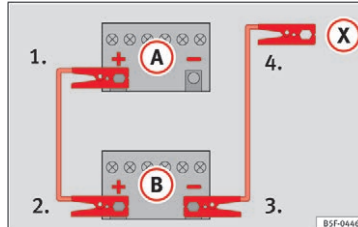

Fig. 72 Tilslutningsdiagram for biler uden start-stop-system
2. Sæt den ene ende af det **røde** startkabel på pluspolen (+) i bilen med det afladede batteri (A) » » Fig. 72.
3. Sæt den anden ende af det **røde** startkabel på pluspolen (+) i den bil, der skal give strøm (B).
4. I biler uden start-stop-system: Sæt den ene ende af det **sorte** startkabel på stikpunktet (-) på den bil (B) » » Fig. 72, der skal give strøm.